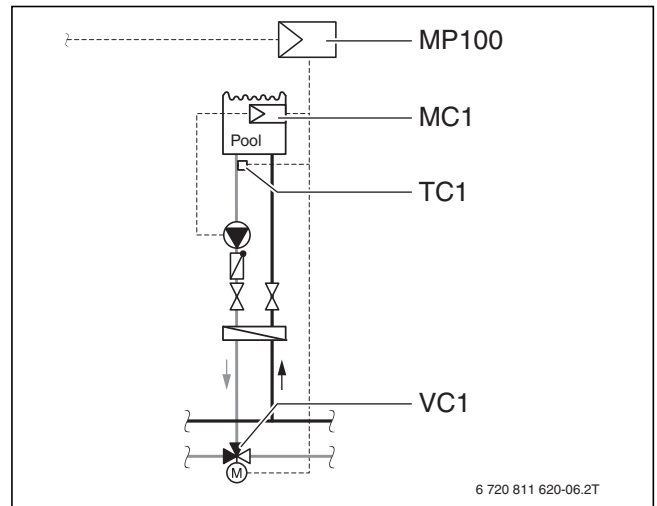

Bild 31 Beispieldarstellung für eine Schwimmbadanlage
**Legende zu Bild 31 und 32:**